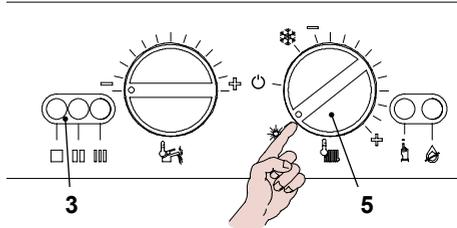

Figura 2.3
- Ruotate il selettore 5 come in Figura 2.3; la lampada di segnalazione 3 lampeggia ad intermittenza circa ogni secondo.